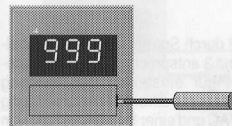

fig. 9
Seulement pour les modèles (E)DI3-72.AV6 et (E)DI3-72.AV5/AV1: démonter le couvercle frontal et sélectionner les paramètres requis (voir figures 9 et 10).
Démonter le couvercle de (E)DI3-72 comme indiqué par les figures 9 et 10. Agir sur les interrupteurs dip 4 et 5 pour sélectionner le point décimal (voir figure ci-contre).